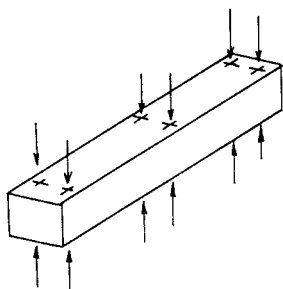

図1-16 厚さ t 3.0 ± 0.02 mm 以下
- (1) JIS B 7502外側マイクロゲージに規定する試験片の厚み3 mm方向を6点測定する。(図1-16)